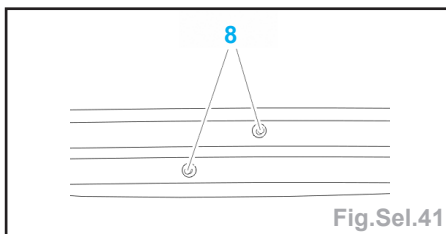

Fig.Sel.41
- Il est nécessaire de changer les arceaux (raidisseurs) de pavillon avant et arrière avec des goujons sertis (8) (Fig.Sel.41).